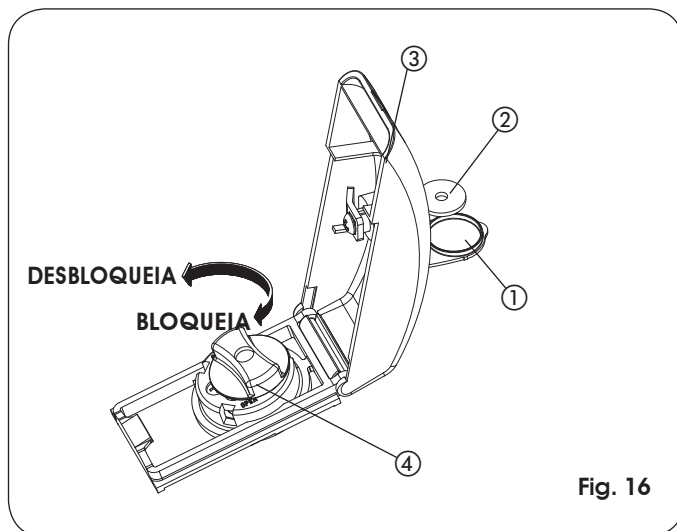

Fig. 16
- Levantar a tampa de proteção (Fig. 16, ref. ①) e introduzir a chave fornecida com o equipamento (Fig. 16, rif. ②).
- Levantar a cobertura (Fig. 16, rif. ③).
- Dar duas voltas no sentido anti-horário na maçaneta de desbloqueio. (Fig. 16, ref. ④).
- Para bloquear novamente, rodar no sentido horário, até parar, a maçaneta de desbloqueio (Fig. 16, rif. ④).
- Fechar novamente a cobertura e girar a chave de 90° em sentido anti-horário (Fig. 16, rif. ②).
- Finalmente, extrair a chave e fechar a tampa de proteção (Fig. 16, rif. ①).